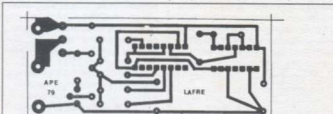

Fig. 2
- FIG. 2 - LAY OUT DO CIRCUITO IMPRESSO ESPECÍFICO - A placa específica de impresso é muito simples, e o padrão cobreado (visto em tamanho natural no diagrama...) é fácil de ser carbonado diretamente da revista, para a face metalizada de um fenolite previamente cortado nas indicadas dimensões... Os dois integrados presentes no circuito recomendam que a traçagem seja feita com decalques apropriados... Efetuada a corrosão e os outros procedimentos convencionais AS INSTRUÇÕES GERAIS PARA AS MONTAGENS sempre ajudam aos novatos a entender melhor as técnicas construcionais em circuito impresso... a placa